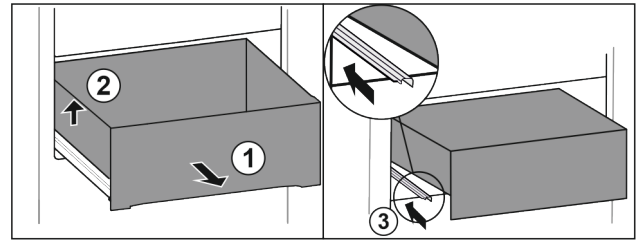

Fig. 88
- Schubfach bis zum Anschlag herausziehen. Fig. 88 (1)
- Schubfach links anheben. Fig. 88 (2)
- Linke Schiene einschieben. Fig. 88 (3)